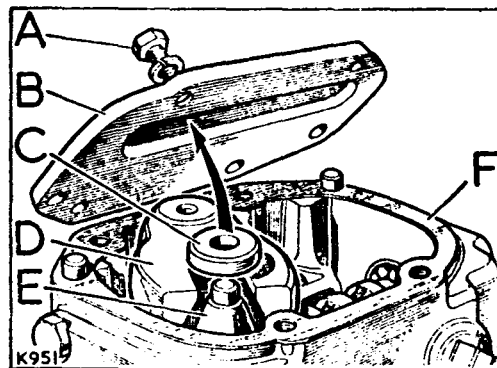

Fig. G1-59.- Tapa lateral
- 3.12.- Cubrir con grasa la junta, F, (Fig. G1-59) de la tapa lateral y colocarla en su sitio sobre la caja de engranajes.